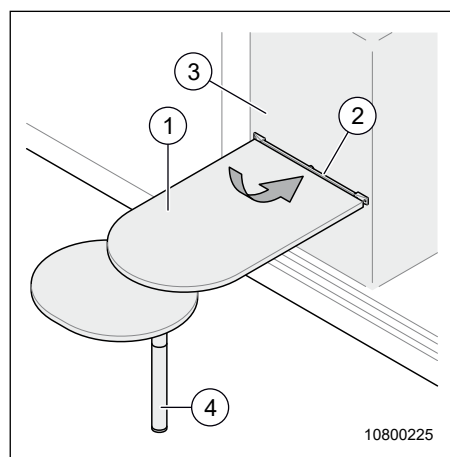

Fig. 19 Accrocher la table à l'extérieur
- Accrocher la table (Fig. 19, pos. 1) obliquement depuis le haut dans le rail de guidage (Fig. 19, pos. 2) du bloc de cuisine (Fig. 19, pos. 3).
Attention : La partie inférieure du piètement (Fig. 19, pos. 4) est seulement emboîtée et peut tomber en dehors.